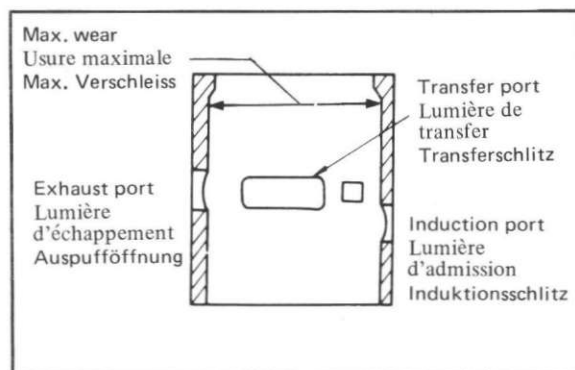
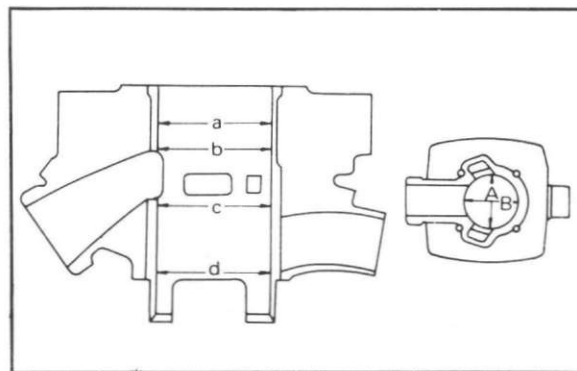

Fig. 4-3-4
Fig. 4-3-5
- 1) In two-stroke engines, the maximum wear usually occurs in the upper area of the cylinder wall due to the side thrust of the piston, with less wear in the adjacent areas of transfer and exhaust ports. Measure each cylinder's bore diameter at four different depths (a, b, c, d) with a micrometer or a cylinder gauge placed in the direction of A and B. See Fig. 4-3-5 if the difference between the maximum and minimum diameters measured exceeds 0.05 mm (0.0019 in.), rebore and hone the cylinder
Warping, however, can be extreme at high heat areas such as the exhaust port. Therefore, care must be taken during measuring. (Fig. 4-3-4)
- 3) To make sure that the cylinder boring has been correctly done, measurements should be made as illustrated in Fig. 4-3-5.
Toutefois, lors de la mesure il faut tenir compte du fait que les surfaces les plus exposées à la chaleur, par exemple, au voisinage de la lumière d'échappement, sont susceptibles de subir une déformation sensible. (Fig. 4-3-4)
- 3) Il importe que la mesure soit effectuée de la manière correcte: mesurer aux points indiqués à la Fig. 4-3-5.
- 1) Bei Zweitaktmotoren macht sich der grösste Verschleiss normalerweise im oberen Teil der Zylinderwand bemerkbar (infolge Seitendruck des Kolbens) während der Verschleiss im angrenzenden Gebiet des Transferschlitzes und der Auspufföffnung meist geringer ist. Messen Sie nun die Durchmesser der beiden Zylinderbohrungen an vier verschiedenen Stellen (a, b, c, und d) mit einem Mikrometer oder einer Zylinderlehre, welche in Richtung A und B einzufügen ist. (Siehe Abbildung 4-3-5) Falls der Unterschied zwischen den erhaltenen Max. - und Minimalmassen 0,05 mm überschreitet, so muss der Zylinder nachgefräst und ausgeschliffen werden. Übermässige Unebenheiten sind meistens in Teileinheiten anzutreffen, welche übermässiger Hitze ausgesetzt werden (Auspuffmündung). Demzufolge gehe man beim Messen besonders sorgfältig vor. (Fig. 4-3-4)
- 3) Um sich zu vergewissern, dass das Ausschleifen des Zylinders vorschriftsgemäss durchgeführt wurde, ist das Nachmessen wie aus Abbildung 4-3-5 dargestellt vorzunehmen.